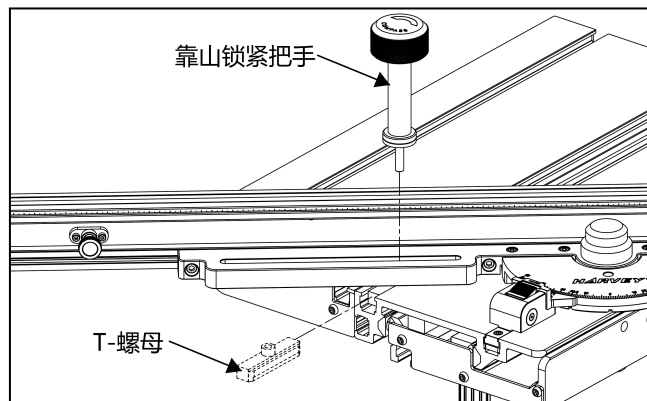

图 15
11. 逆时针转动横切靠山直到横切靠山上的长槽左端远离滑台。移除靠山锁紧把手上的 T 型螺母，将 T 型螺母穿过靠山上的槽，向上插入，如图 15 所示。顺时针转动靠山并将 T 型螺母滑入位于滑台上台面左侧的 T 型槽中，旋入靠山锁紧把手，此时不要拧紧锁紧把手。